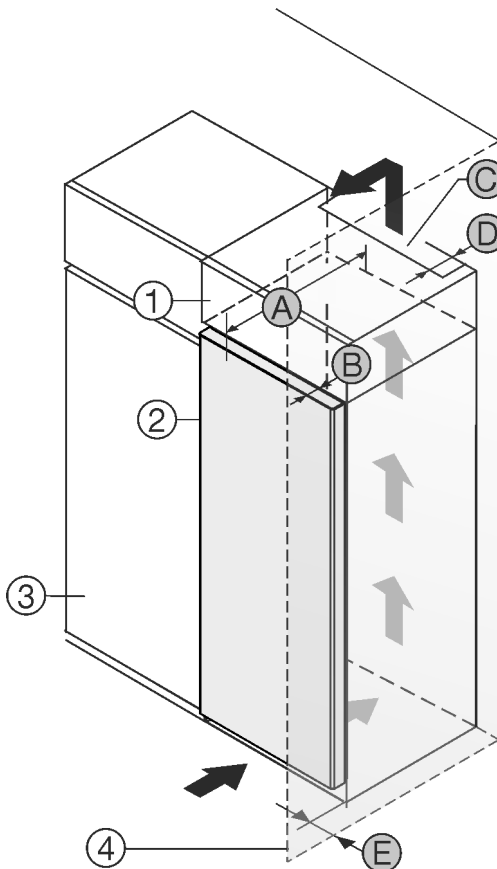

Fig. 1
- (1) Rátétszekrény \*
- (2) Berendezés \*
- (3) Konyhaszekrény \*
- (4) Fal \*
- (5) Készülék mélysége \*
- (A) Ajtó mélysége \*
- (B) Ajtó mélysége \*
- (C) Szellőzés keresztmetszete \*
- (D) Készülék hátsó oldalának távolsága \*
- (E) Távolság a készülék oldalától \*
A készülék közvetlenül a konyhaszekrény Fig. 1 (3) mellé állítható.\*
A rátétszekrény hátoldalán egy megadott mélységű Fig. 1 (D) szellőzőaknákat kell kialakítani a rátétszekrény teljes szélességében.\*
A mennyezet alatt be kell tartani a szellőző keresztmetszetet Fig. 1 (C).\*
Ha a készüléket a zsanérjaival a fal Fig. 1 (4) mellé állítja fel, legalább 13 mm távolságot kell tartani a faltól.\*
Ahhoz, hogy az ajtót teljesen ki tudja nyitni, a készüléknek a konyhaszekrény elülső oldalához képest legalább az ajtó mélységének Fig. 1 (B) megfelelően ki kell állnia. A konyhaszekrények Fig. 1 (3) mélységétől és a fali távtartók használatától függően a készülék nagyobb mértékben is túllóghat előre felé.\*